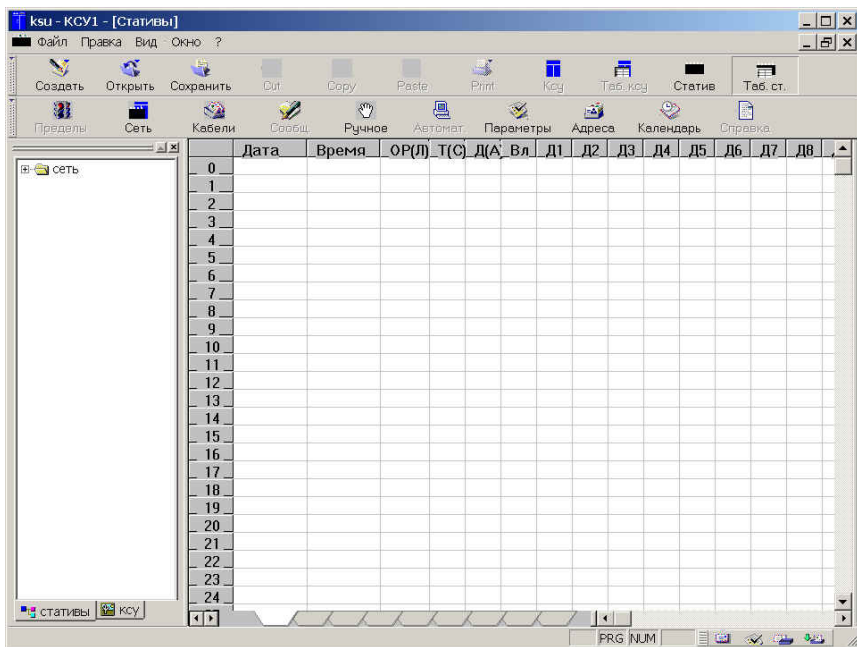

Рис. 3
2. Обозреватель «**KsuAgent**», предназначенный для сбора информации со всех РС и записи ее в базу данных на сервере, а также программа его настройки – «**Программа KSU**» (Рис. 3).